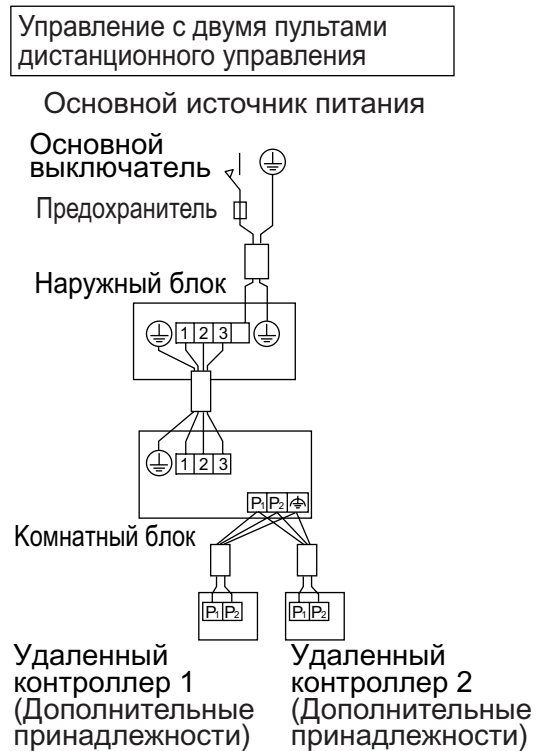

Рис. 28
- **Управление с двумя пультами дистанционного управления:** два пульта дистанционного управления управляют одним комнатным блоком. (См. рис. 28)